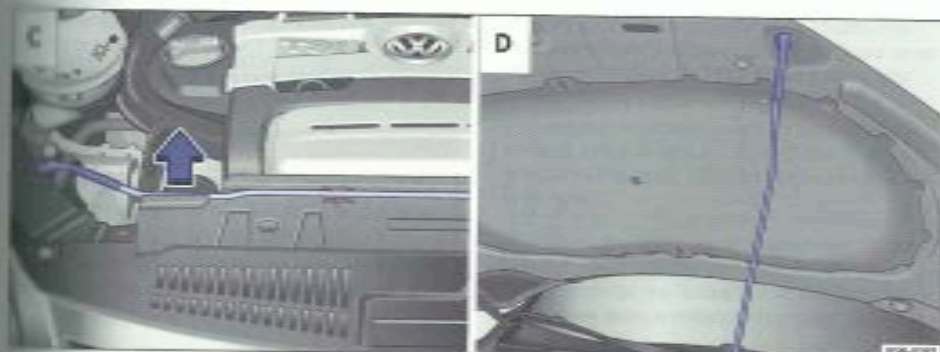

Fig. 181 Figure C : béquille de capot-moteur dans sa fixation ; figure D : capot-moteur ouvert.
4. Retirez la béquille de sa fixation $\Rightarrow$ fig. 181 C et appuyez-la dans l'ouverture du capot-moteur $\Rightarrow$ fig. 181 D.
- Rabattez la béquille dans le sens inverse de la flèche $\Rightarrow$ fig. 181 C.